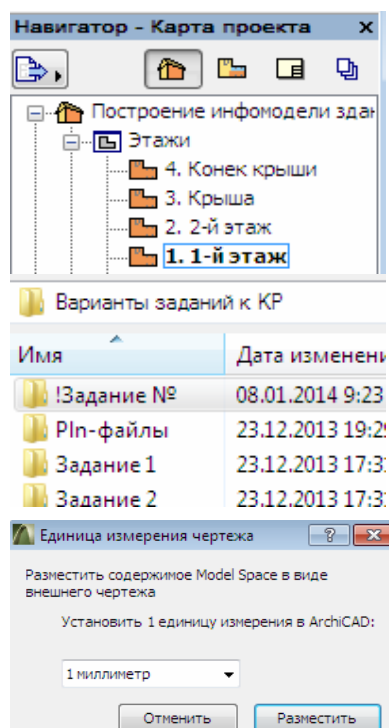

Рис. 21
3. В открывшемся диалоговом окне **Размещение чертежа** найдите папку со своим заданием и выберите размещенный в ней файл и нажмите кнопку **Открыть** для размещения чертежа, извлеченного из этого файла (рис. 21).